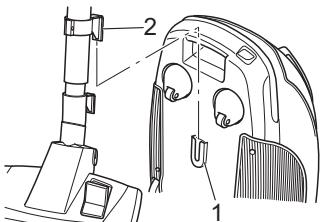

Abb. 17
- Zum **Abstellen** können Sie auch die Verstauhalterung (Abb. 17/1) an der Unterseite des Bodenstaubsaugers verwenden. Hier können Sie den Verstauhaken (Abb. 17/2) am Teleskoprohr einhaken (Abb. 17).